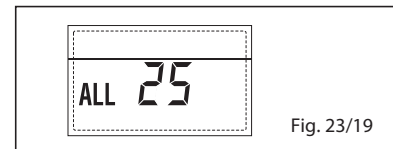

Fig. 23/19
- ANOMALIA SONDA AUXILIAR (S3) "ALL 26" (fig. 23/20)